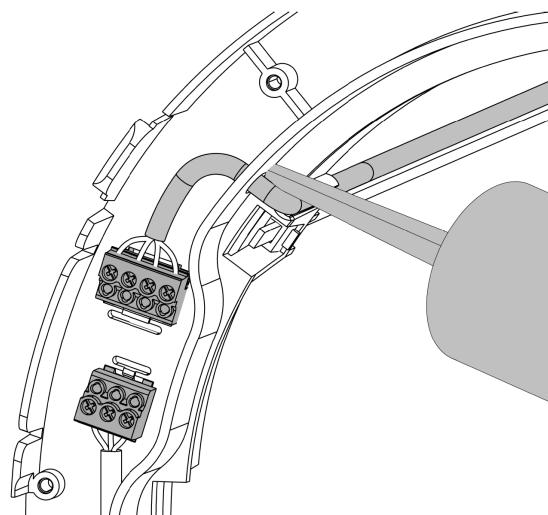

Figure 28 - Obturation du trou du câble
3. Obtuez **soigneusement** le trou du câble avec un produit d'étanchéité, de manière à éviter toute fuite d'air dans l'AM 50 (voir Figure 28 ci-dessous).